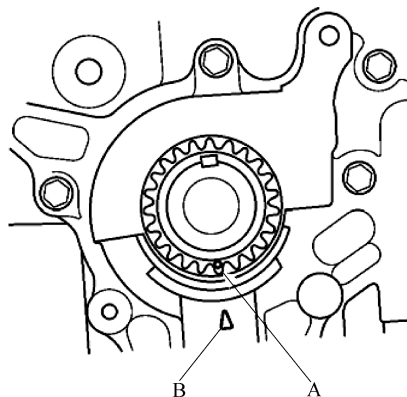

图 2-124 对齐曲轴链轮 TDC 标记
1) 将曲轴置于上止点(TDC)位置。将曲轴链轮上的 TDC 标记(A)与发动机体上的指针(B)对齐，见图 2-124。